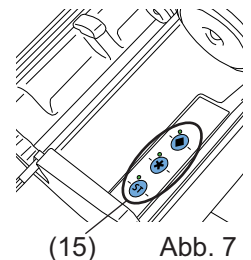

Abb. 7
- Mischprogramm durch Drücken der entsprechenden Programmtaste (15, Abb. 7) aktivieren. Die LED neben der Programmtaste leuchtet.